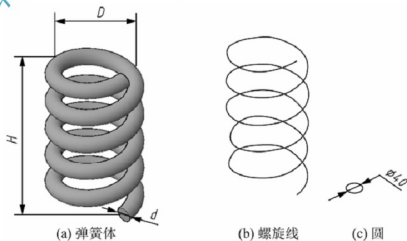

图 11-25 绘制弹簧体
创建如图 11-25(a)所示的弹簧体, 已知弹簧中径 $D = \phi 200$, 高度 $H = 400$, 簧丝直径 $d = 40$, 有效圈数 $T = 5$ 。
(1) 使用【螺旋】命令绘制三维螺旋线, 如图 11-25(b)所示。操作过程如下:
(2) 绘制二维封闭曲线 $\phi 40$ 的圆, 如图 11-25(c)所示, 操作过程略。
(3) 使用【扫描】命令创建弹簧体, 如图 11-25(a)所示。操作过程如下: